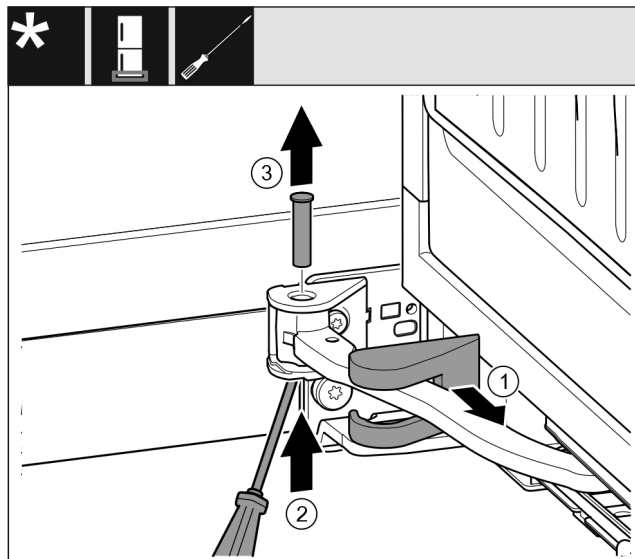

Fig. 17
- ▶ 卸下托架盖 Fig. 17 (1) 并沿着铰链移动。
- ▶ 将螺栓 Fig. 17 (2) 用螺丝刀从下方提起。
- ▶ 从上方拉出螺栓 Fig. 17 (3)。